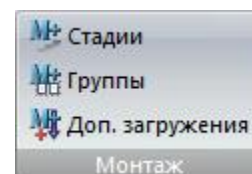

Рис.54. Панель Монтаж
- **Монтаж** (рис.54) – задание информации для компьютерного моделирования процесса возведения сооружений, которое предусматривает монтаж и демонтаж элементов, изменение условий закрепления конструкций или сопряжения элементов между собой.
Панель **Монтаж** (рис.54) содержит следующие команды: